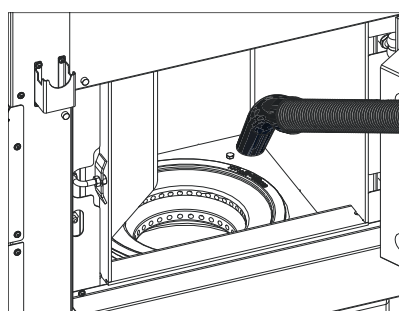

Fig. 40 Rimuovere i residui di combustione dalla camera di combustione
- Rimuovere i residui di combustione dalla camera di combustione con un'aspirapolvere – Fig. 40.